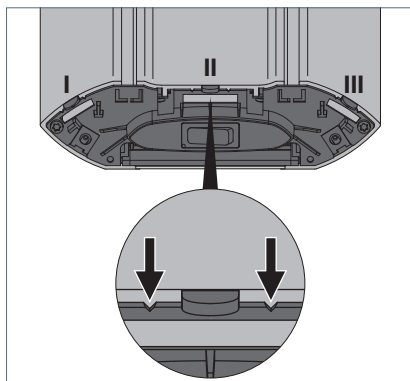

Fig. 1: Préparer le passe-câble.
- Retirez le recouvrement du passage de câble sur les encoches avec une pince sur la position **I**, **II** ou **III**, où vous souhaitez faire sortir le câble de raccordement du luminaire, voir Fig. 1.